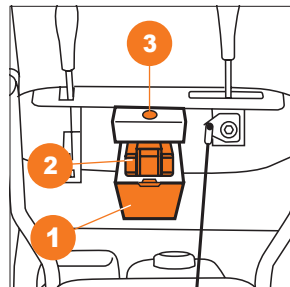

Рис. 15
- Убедитесь в верном расположении аккумулятора и его контактов, установите аккумулятор **2** в разъем, закройте крышку **1**, закрепите её винтом. При верном подключении загорится подсветка кнопки старта **3** (Рис. 15).